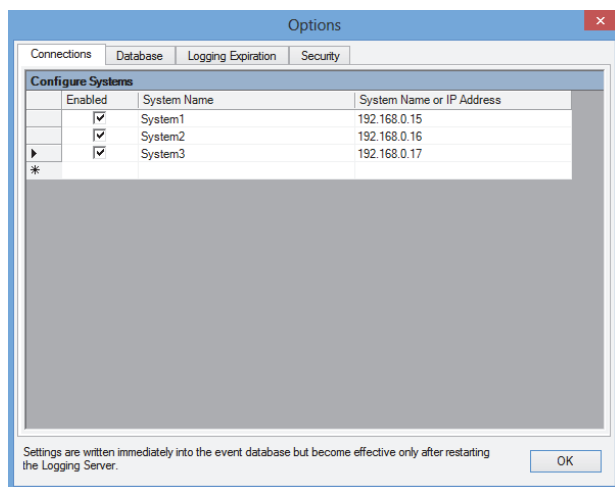

figure 58.10 : Suppression d'un système (2)
- 2 Sur le clavier du PC sur lequel le *Logging Server* s'exécute, appuyez sur la touche *Del*. Le système est retiré de la liste (voir figure 58.10 pour un exemple).